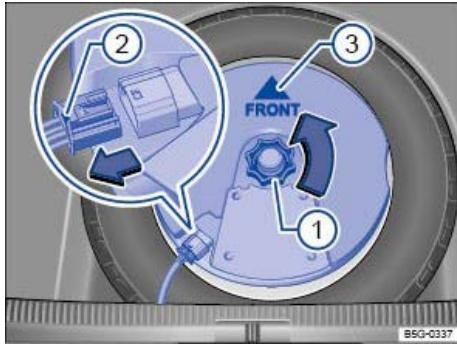

Abb. 298 Im Gepäckraum: Subwoofer ausbauen (Variante 2).
- Handrad ⇒ Abb. 298(1) entgegen dem Uhrzeigersinn (Pfeil) herausdrehen.
- Zum Entriegeln des Anschlusssteckers, die Verriegelung am Steckerende ⇒ Abb. 298(2) drücken.
- Subwoofer vorsichtig in das Felgenbett legen. Dabei muss das Pfeilsymbol FRONT \Rightarrow Abb. 298(3) auf dem Subwoofer mit der Spitze nach vorn zeigen.
- Anschlussstecker aufstecken, bis die Verriegelung \Rightarrow Abb. 298(2) hörbar einrastet.
- Handrad \Rightarrow Abb. 298(1) auf den Gewindestift so lange im Uhrzeigersinn drehen, bis der Subwoofer sicher befestigt ist.